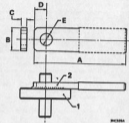

Abb. A.30
9. Werkzeug herstellen und verwenden, um den Räderung zu sperren während die Haltemutter des Antriebswellennutten gelockert wird. Altes Zwischenrad und Stahlstab der in Abb. A.30 aufgeführten Abmessungen als Werkzeug verwenden.
10. Ein Loch von 19,05 mm ($\frac{3}{4}$ Zoll) Durchmesser in die Stange bohren wie in Abb. A.30 gezeigt und die Stange an altes Zwischenrad elektroverschweißen. Die Stange dort wo sie mit der Kurbelwelle in Berührung kommt mehrfach umwickeln.